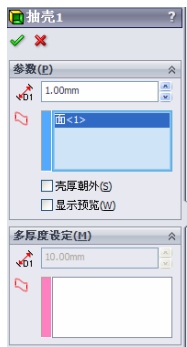
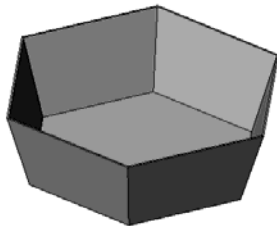

图 9-140 进行抽壳操作
图 9-141 抽壳后的实体
④ 生成“抽壳”特征。选择菜单栏中的“插入”→“特征”→“抽壳”命令,或者单击“特征”工具栏中的“抽壳”图标,系统弹出“抽壳”属性管理器,在“厚度”栏中键入值:1,单击实体表面作为要移除的面,如图 9-140 所示,然后单击“确定”图标,结果如图 9-141 所示。